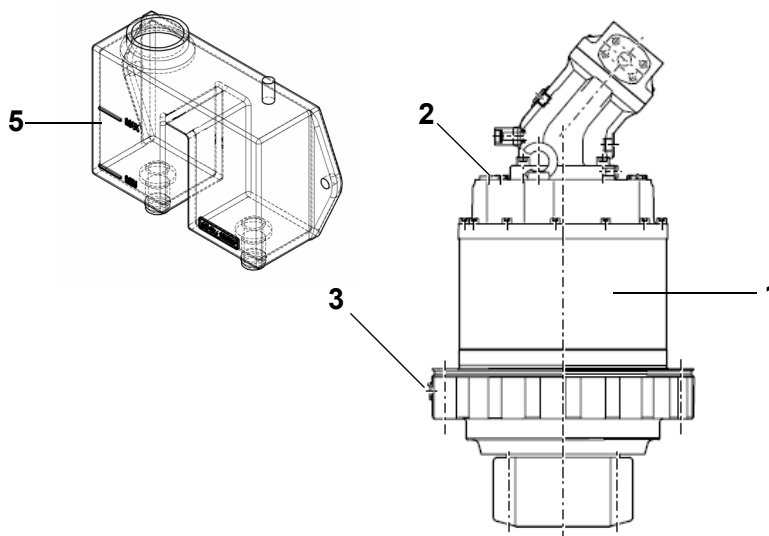

Fig. 254 Coroa de orientação
| 5 | Desaparafuse a tampa do tanque de expansão de óleo (5) na Fig. 254. |
| 6 | Desaparafuse a porca da tampa (3) na Fig. 254. |
| 9 | Parafuse novamente a porca da tampa (3) na Fig. 254. |
| 1 | Desaparafuse o bujão de sangria da caixa de engrenagens (2) na Fig. 254. |
| 2 | Adicione óleo novo por meio do tanque de expansão (5) na Fig. 254. |
| 3 | Quando o óleo fluir para fora do bujão de sangria da caixa de engrenagens (2) na Fig. 254, feche-o novamente. |
| 4 | Adicione óleo novo por meio do tanque de expansão (5) na Fig. 254. |
| 6 | Parafuse a tampa do tanque de expansão de óleo (5) na Fig. 254. |